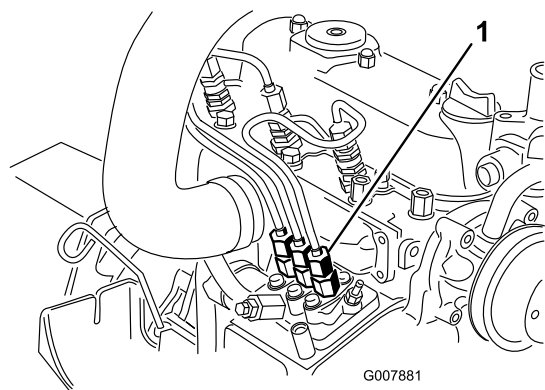

图 38
1. 如图 38所示将一块抹布放在燃油喷射泵到 1 号喷嘴之间的管道连接下。